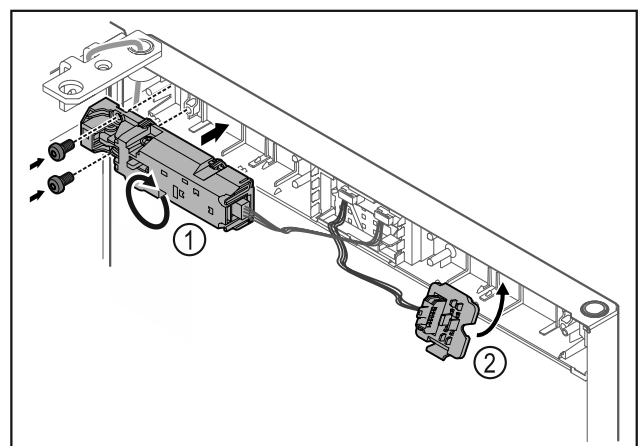

Fig. 19
- Otočte diaľkový zámok Fig. 19 (1) o 180° a upevnite ho na opačnej strane.
- Zaistite držiak zástrčky Fig. 19 (2) na opačnej strane.